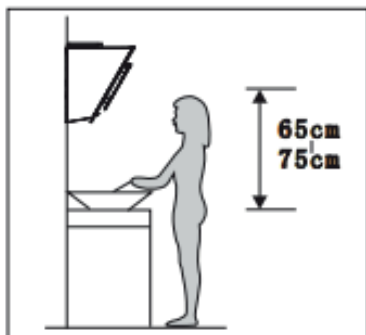

Abbildung 1
1. Für ein optimales Ergebnis sollte die Dunstabzugshaube in einem Abstand von 65 bis 75 cm über der Kochfläche installiert werden (**Abbildung 1**).